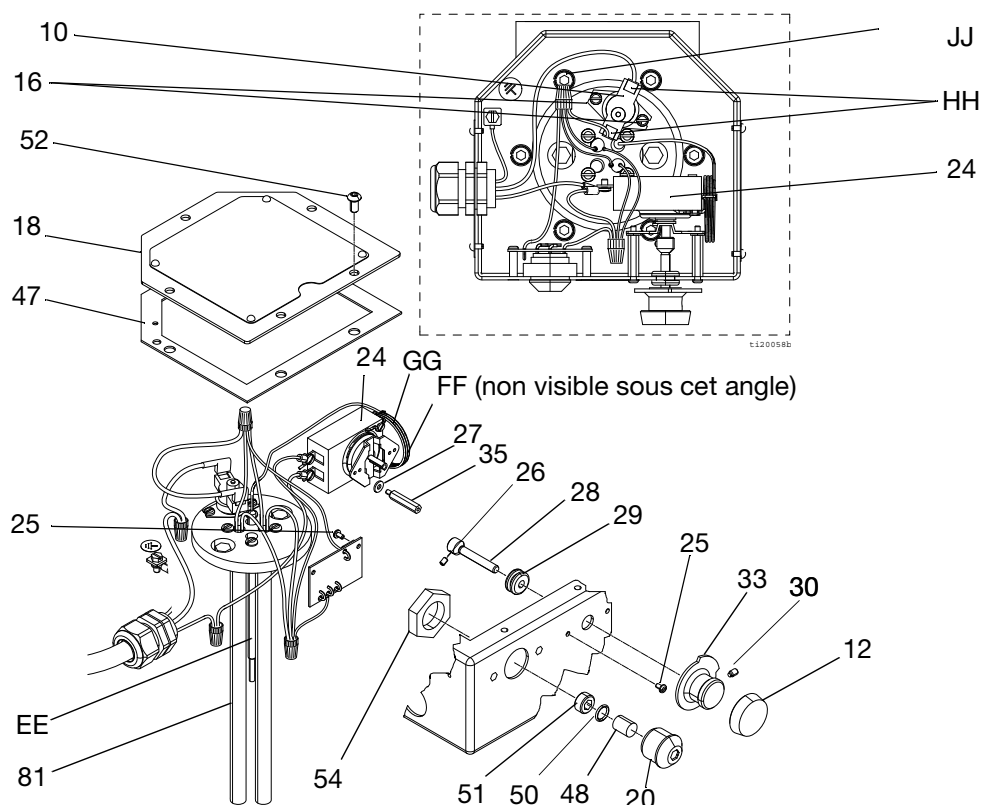

FIG. 12 : Réparation du thermostat
(Pour les modèles avec thermostat, voir FIG. 12 page 21)
Cette procédure s'applique uniquement aux réchauffeurs commandés par un thermostat. Voir la **Fig. 12 : Réparation du thermostat**, page 21.
- Pour les raccordements des câbles, voir la FIG. 12 ou la FIG. 13, page 21.